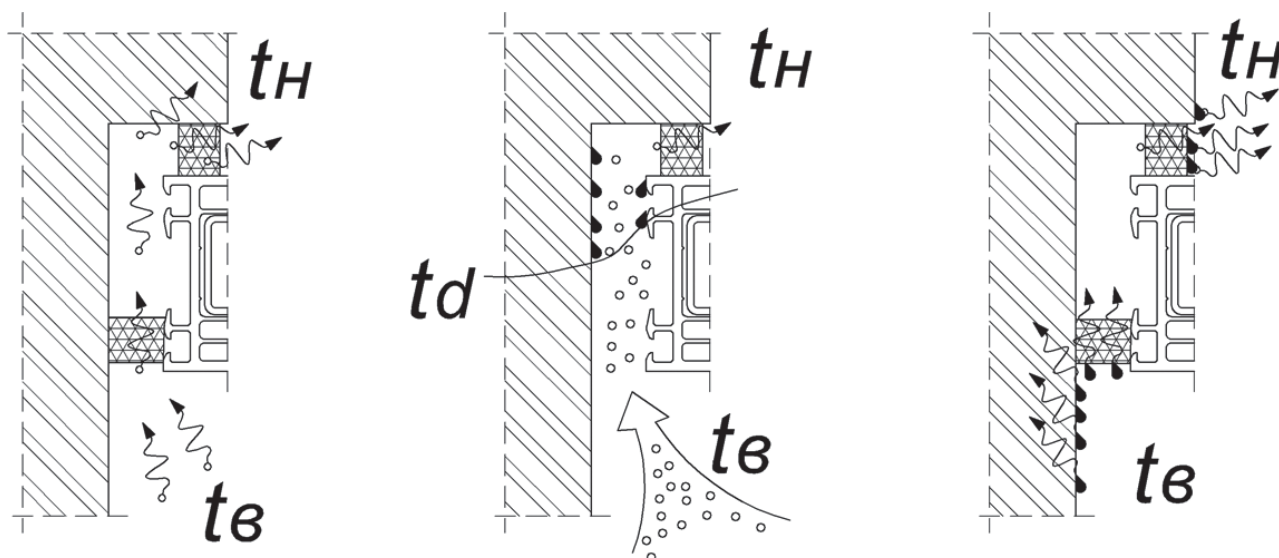

Рисунок 2.
- ❑ К сожалению, влага попадает в монтажный шов не только со стороны помещения, но может также выделяться непосредственно из стены, в зоне конденсатообразования. Эту влагу мы должны как можно быстрее вывести из монтажного шва наружу (на улицу), не допуская ее застоя и накопления внутри пенного утеплителя, поэтому со стороны улицы монтажный шов должен быть максимально проницаемым для парообразной влаги, но при этом устойчивым к дождю (см. рисунок 2), т.е. обладать свойствами гидроизоляции. Такими свойствами обладают саморасширяющиеся паропроницаемые ленты «РОБИБАНД ПСУЛ» и диффузионные гидроизоляционные мембранные ленты «РОБИБАНД НЛ».